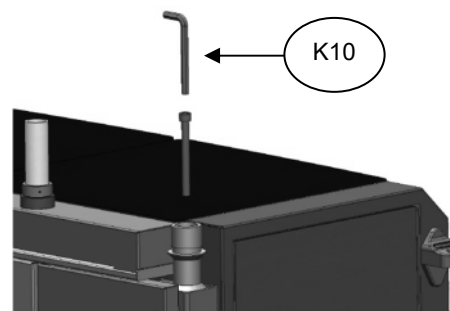

Fig. 4
6. Con la llave Allen de 10mm **K10**, ajustar el tornillo interno con una presión muy moderada (Fig.4)